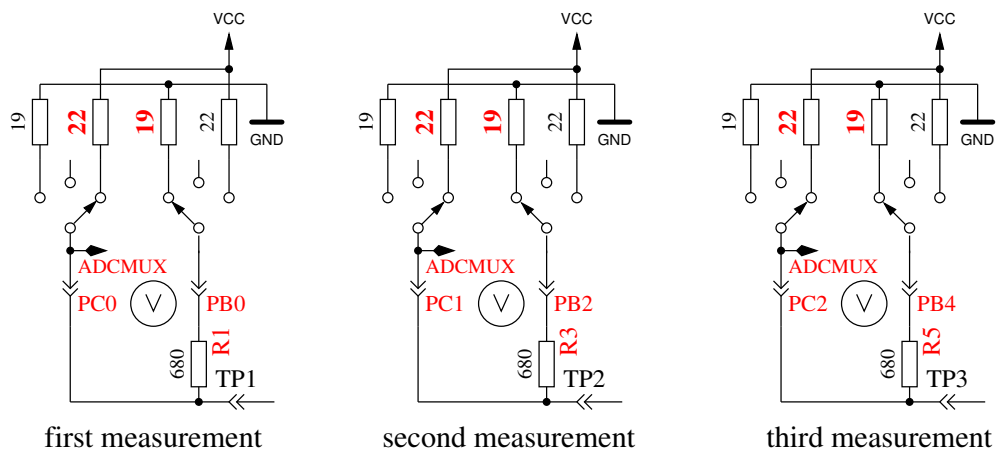

Abbildung 5.47: Messung des Innenwiderstandes des auf VCC geschalteten Port-C-Ausgängen.
9. **Messung des Innenwiderstandes von auf VCC geschalteten Port-Ausgängen.** Der benötigte Strom wird von auf GND geschalteten 680Ω-Widerständen geliefert. Es ist die gleiche Messung wie die in Test 8 zur anderen Seite, wie in Abbildung 5.47 gezeigt wird. Der Innenwiderstand wird wie folgt berechnet: Um den Strom zu berechnen:  $(5001 - (\text{Ergebnis von Test 8}) - (\text{Ergebnis von Test 9})) / 680$ . Die Widerstandswerte ergeben sich, wenn die gemessene Spannung durch diesen Strom dividiert wird. Der gefundene Mittelwert der Innenwiderstände der Ausgabe-Ports wird im EEPROM festgehalten. Das Ergebnis für diesen Test wird dann in Zeile 1 mit dem Text „RI\_Hi=” in Ω angezeigt, der Innenwiderstand zur GND-Seite wird in Zeile 2 mit dem Text „RI\_Lo=” angezeigt. Diese Werte stehen dann für weitere Messungen zur Verfügung.